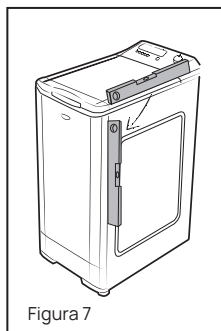

Figura 7
- Controle que las cuatro patas se apoyen de manera firme y estable. Puede controlar la nivelación usando un nivel de burbuja. Ver figura 7.